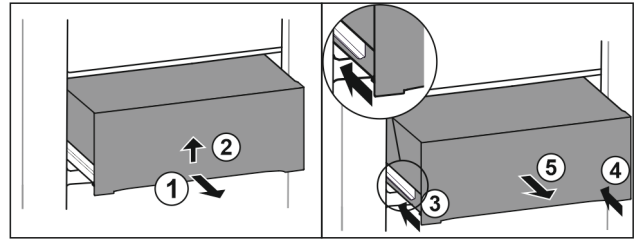

Fig. 50
- ▶ 将抽屉拉出一半。 Fig. 50 (1)
- ▶ 从底部抬起抽屉。 Fig. 50 (2)
- ▶ 推入左侧轨道。 Fig. 50 (3)
- ▶ 推入右侧轨道。 Fig. 50 (4)
- ▶ 朝前取出抽屉。 Fig. 50 (5)